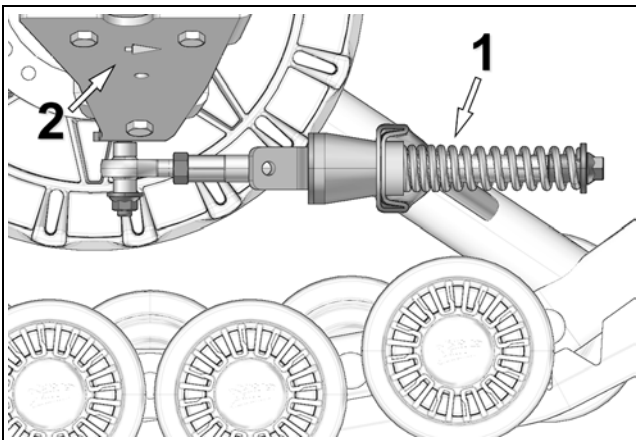

Figure 1
- Le bras stabilisateur (1) doit être fixé à l'ancrage avant (2) du véhicule. Voir la Figure 1.